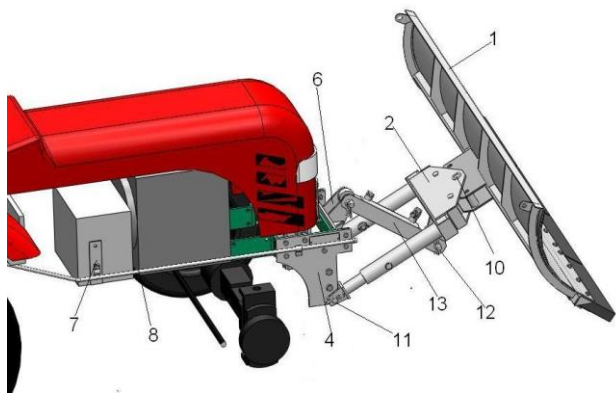

РИС.1
Плужное оборудование (рис. 1.) состоит из:
2.5 Регулирование и наладка оборудования КО204-2,0 на трактор ТУ204 (Рис.1,2)